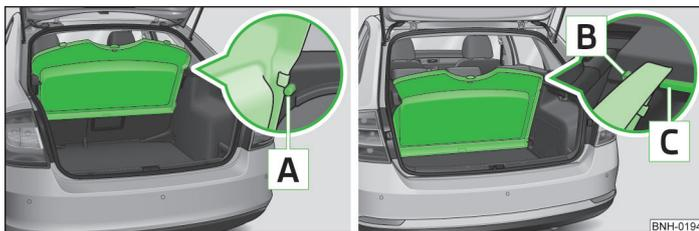

Fig. 64 Posición de estacionamiento de la cubierta del maletero: Rapid / Rapid Spaceback
- > Rapid: introducir la cubierta desmontada entre el respaldo del asiento trasero y el perno **A** » fig. 64.
- Al ajustar la "posición de estacionamiento", la cubierta del maletero no se debe encontrar bajo ninguna circunstancia entre el perno **B** » fig. 64 y el respaldo del asiento trasero2). Existe peligro de daño del respaldo del asiento trasero, así como de la cubierta del maletero.